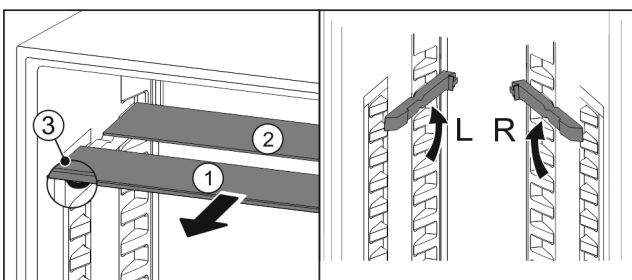

Fig. 37
- ▶ Посуньте Fig. 37 (1) скляну панель вперед.
- ▷ Скляна панель Fig. 37 (1) з декоративною планкою лежить спереду.
- ▷ Стопори Fig. 37 (3) показують вниз.